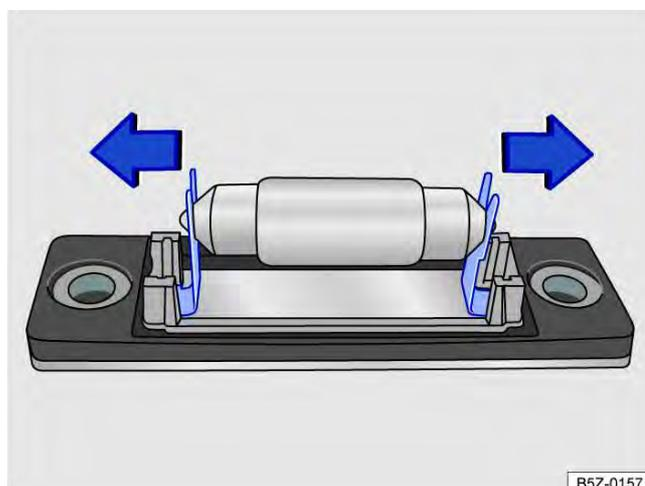

Fig. 147 Lanterna da placa de licença: remover a lâmpada.
5. Retirar cuidadosamente a lâmpada pressionado as travas → Fig. 147 no sentido das setas.